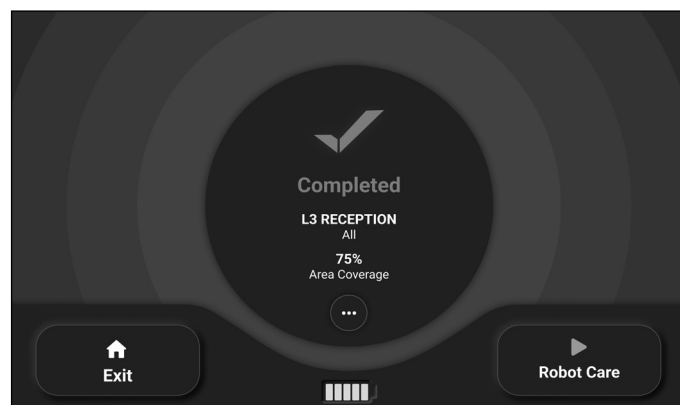

Figure 44
5. Une fois le nettoyage terminé (**Fig. 44**), cliquez sur « Entretien du robot » pour voir les étapes d'entretien quotidiennes.